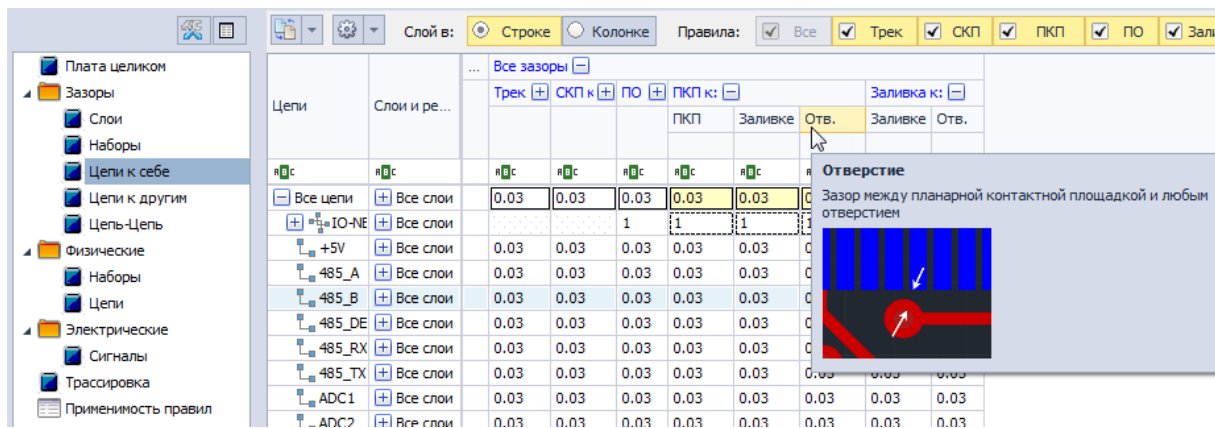

Рис. 23 Зазор между планарной контактной площадкой и отверстием
- Зазор между ПКП и отверстием обозначается как «ПКП к Отв.», Рис. 23.